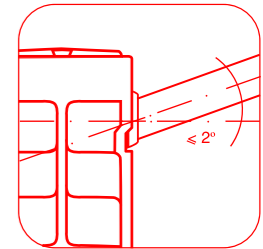

рис. 5
**Во избежание в радиаторе допустимо отклонение оси коллектора радиатора от подводящих труб не более 2° (рис. 5).**